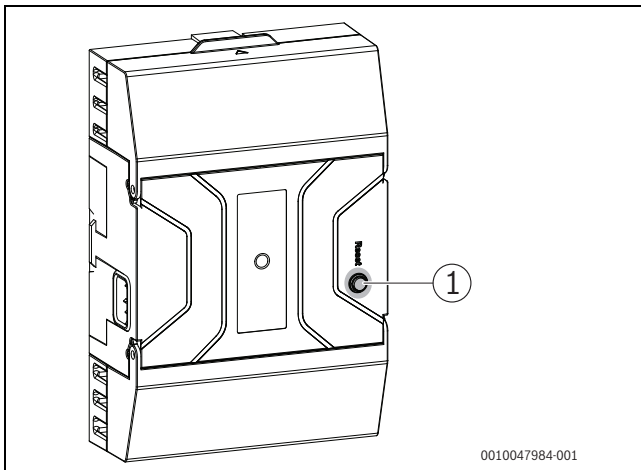

Bild 70 Störungen am Feuerungsautomat zurücksetzen
- Taste „Entstören“ am Feuerungsautomat drücken (→ Bild 70).